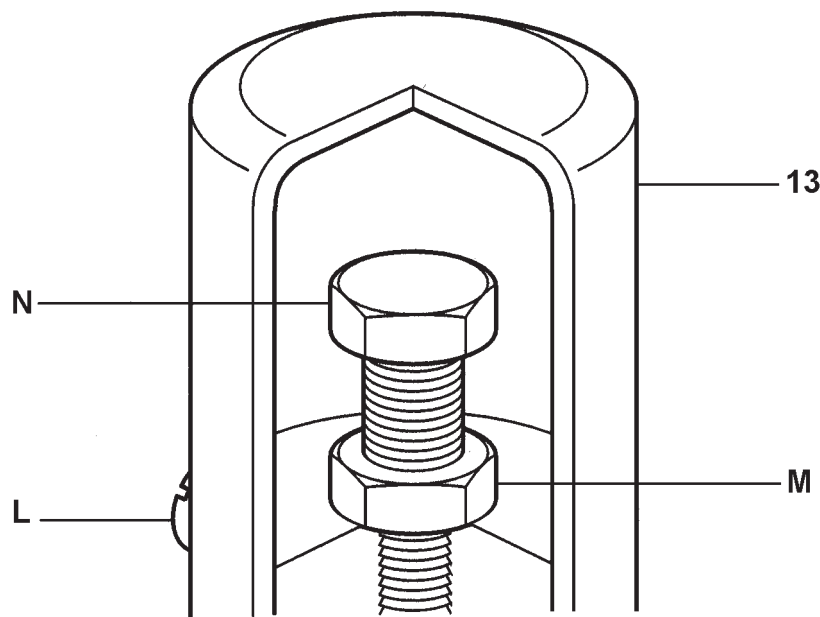

Fig. 5
- Enlever le couvercle (**13**, Fig. 5) en dévissant les 2 vis (**L**) et desserrer l'écrou de blocage (**M**).